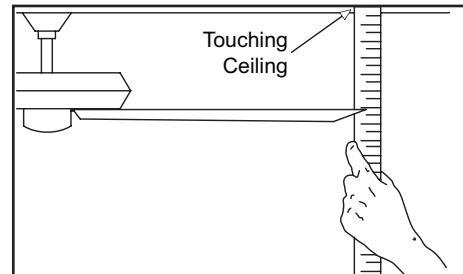

Figura 13
2. La mayoría de los problemas de oscilación del ventilador se deben a que las aspas no están al mismo nivel. Verifica este nivel seleccionando un punto en el techo sobre la punta de una de las aspas. Mide desde un punto en el centro de cada aspa al punto en techo. Mide esta distancia como muestra la Figura 13. Gira el ventilador hasta que la siguiente aspa quede en posición para medir. Repite el procedimiento para cada aspa. Las desviaciones de la medición no deben pasar de $1/8"$ (3.2 mm). Deja que el ventilador funcione por 10 minutos.